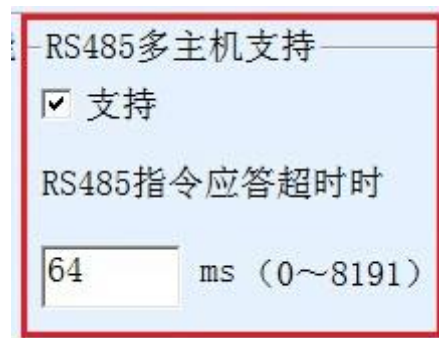

图 33 RS485 多主机支持
如图 33 所示的“RS485 多主机支持”和“RS485 总线冲突检测功能”就是卓岚的多主机功能。它们一般是同时启用和同时禁用的。启用后让转化协议为 Modbus TCP 的设备具有存储型 Modbus 网关功能，否则为非存储型 Modbus 网关；如果转化协议为无，一般可以让用户自定义的 RS485 协议也具有多个主机同时访问的串口设备的功能，这在纯粹的 RS485 网络中是无法实现的，因为多个主站同时发送会在 RS485 总线上产生冲突。卓岚串口服务器的多主机可以对 RS485 总线进行“协调”从而达到多主机访问的目的。
2. 图 33 所示为“RS485 指令应答超时时间”，一般根据来回应答的指令长度决定，如果发送指令为 N 字节，应答为 M 字节，那么建议设置的值为：“数据包间隔” $\times (N+M+5) + 100$ 。